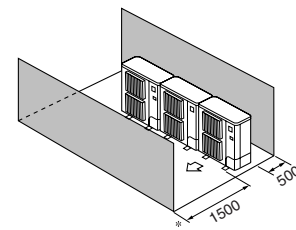

Fig. 3-14
- ④ Окружающие предметы - только спереди и сзади (Fig. 3-14)